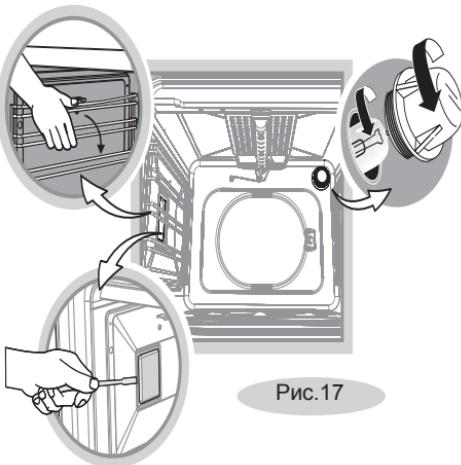

Рис.17
- Открутите стеклянный плафон (рис.17).
- Плафон боковой подсветки, при наличии, снимается с небольшим усилием. (рис. 17).